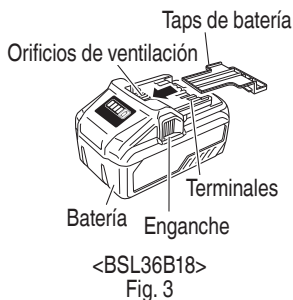

Fig. 3
- Instale el paquete de baterías en la herramienta eléctrica o almacénelo presionando la tapa de baterías hasta que se oculten los orificios de ventilación para evitar cortocircuitos. (Ver Fig. 3)